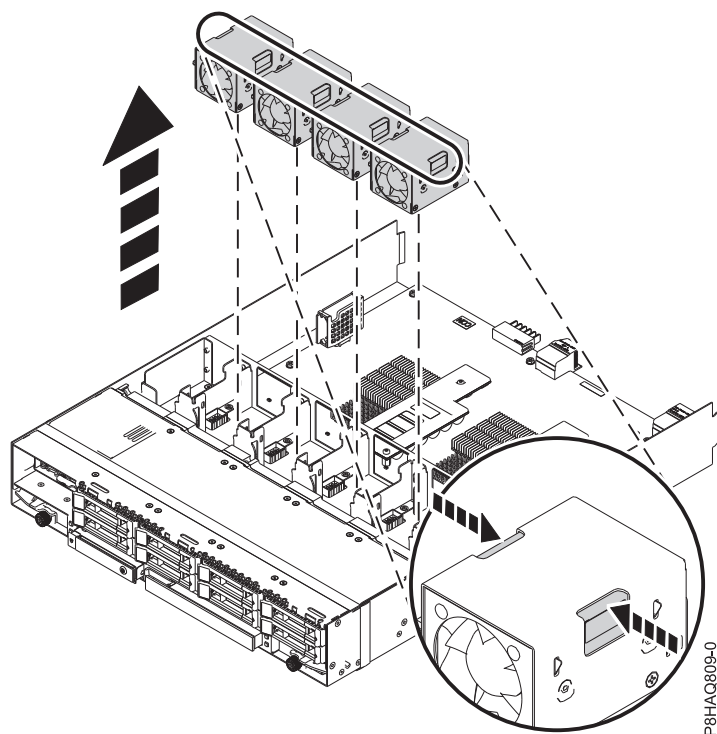

Abbildung 10. Interne Lüfter aus der RAID-Baugruppe ausbauen
- a. Drücken Sie die beiden blauen Kontaktpunkte zusammen, um den Lüfter aus seiner Position zu entriegeln (siehe Abb. 10 auf Seite 13).